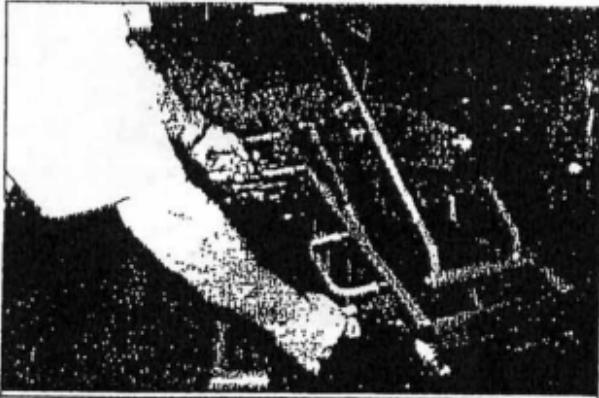
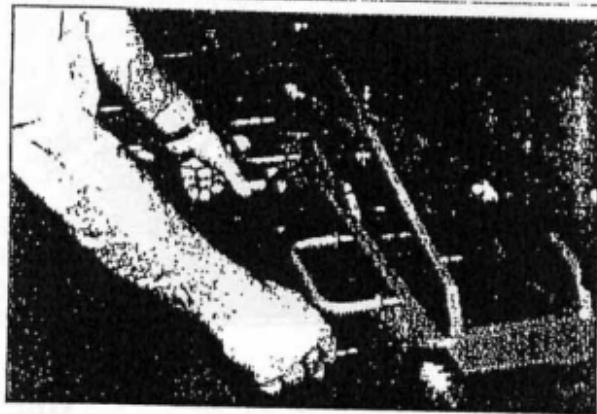

Рис. 29.
Рис. 30.
**ПРЕДУПРЕЖДЕНИЕ:** никогда не оставляйте насос под давлением: нагрузка от массы поднятого автомобиля должна прилагаться к рычагу безопасности, а не к насосу. По окончанию ремонтных работ, включите насос, чтобы отключить предохранительные устройства. Затем, одной рукой, выведите из зацепления рычаг безопасности, а другой рукой, откройте и держите открытым клапан сгравливания давления, пока не закончится цикл опускания траверсы (Рис. 29 для модели 542; Рис. 30 для модели 542A).